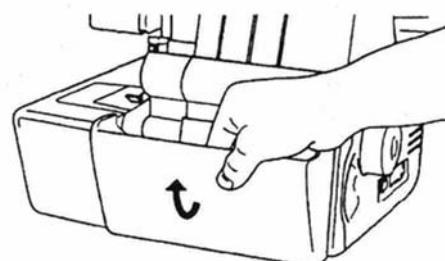

Abb.8
- Um den Abfallbehälter wieder abzunehmen, ziehen Sie ihn nach vorne und kippen Sie ihn dabei ein wenig (Abb. 8).